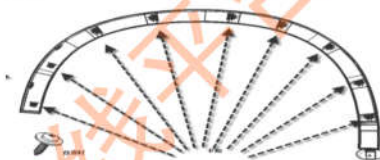

图 6-3-2 后轮眉的拆卸示意图
(1) 将轮眉与左右后轮挡泥板共用的自攻钉用十字螺丝刀拆下，位置如图 6-3-2 所示；
(2) 剩下为卡脚和卡扣配合，由靠近保险杠位置开始拆卸，依次往外方向(垂直车门方向)拉出；